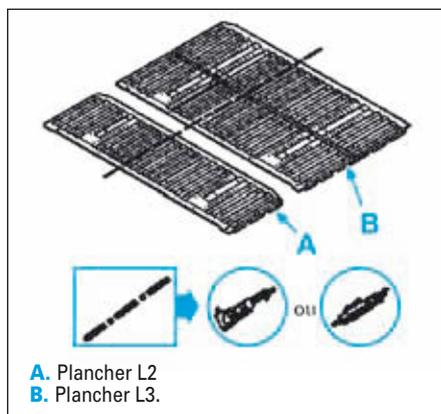

FIG.120
- Tracer puis découper le plancher central de chargement (Fig.120).